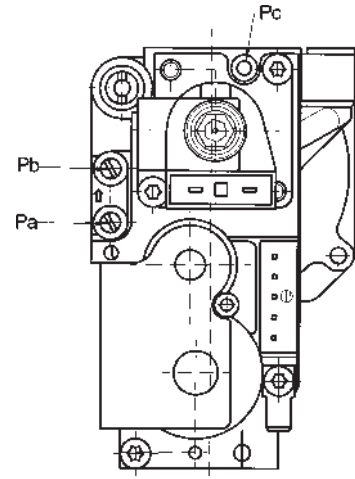

Figura 13
- conectar la toma de presión positiva de un manómetro diferencial, posiblemente de agua, a la toma de presión (**Pb**) de la válvula del gas (figura 13). Conectar la toma negativa del mismo manómetro a un especial "T" que permita conectar entre ellos la toma de compensación de la caldera, la toma de compensación de la válvula del gas (**Pc**) y el manómetro mismo. (Se puede efectuar una medición equivalente conectando el manómetro a la toma de presión (**Pb**) y sin el panel frontal de la cámara estanca);
- Comprobar que la presión dinámica de alimentación de la caldera, medida en la toma de presión (**Pa**) de la válvula del gas (Figura 13), sea la correcta (**37 mbar** el gas **propano** ó **20 mbar** el gas **natural**).
- Mantenga pulsada la tecla **R** durante unos 6 segundos. Cuando la función está activada, la pantalla visualiza la indicación "A00" (... "A08") alternada al valor correspondiente (figura 13);